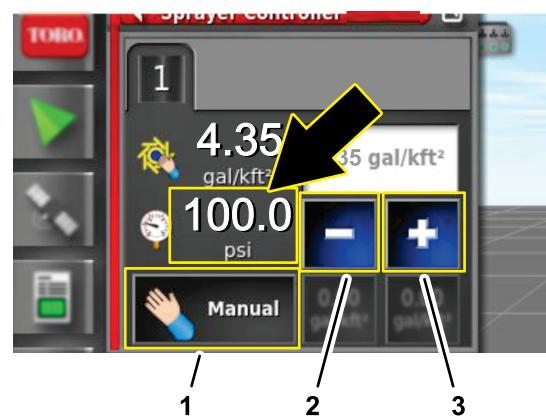

Bild 242
7. Tippen Sie im Dialogfenster Sprühmengensteuerung auf das SPRÜHMENGENMODUS-Symbol, bis der manuelle Modus angezeigt wird (Bild 242).
8. Stellen Sie den Druck des Sprühsystems (Bild 242) mit den +/- Tasten auf 6,9 bar ein.